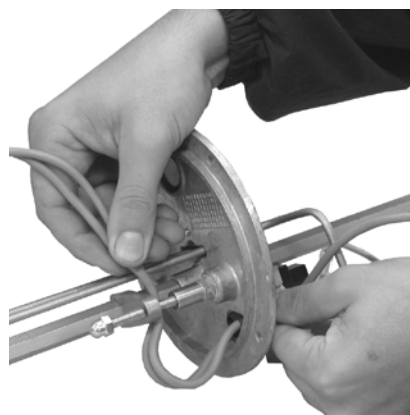

Рис. 13
- 2 Отрегулировать длину кабелей, осторожно их вытягивая, как указано на Рис. 13.